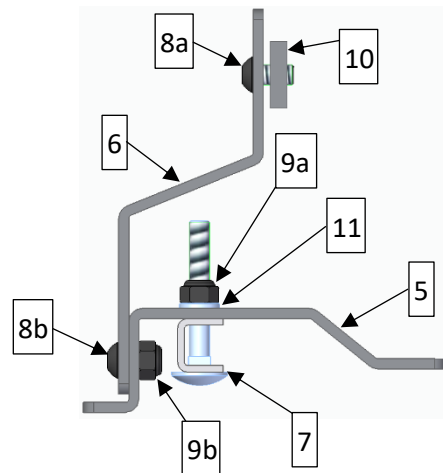

Abbildung 1
Vorab müssen die acht Anbauteile (Verbindungsstücke zwischen Fahrzeug und Dachgepäck-Reling) vormontiert werden. Dafür werden jeweils folgende Teile benötigt und wie in Abbildung 1 zusammengeschraubt. Die Schrauben bei den Nutensteinen (8a) müssen vorerst nur drei bis vier Gewindengänge und die Muttern bei der Fixationsplatte dürfen maximal bis zur Hälfte des Gewindes eingeschraubt werden (Zwischen Adapterblech (5) und Muttern (9a) kommt jeweils eine Unterlegscheibe (11)):